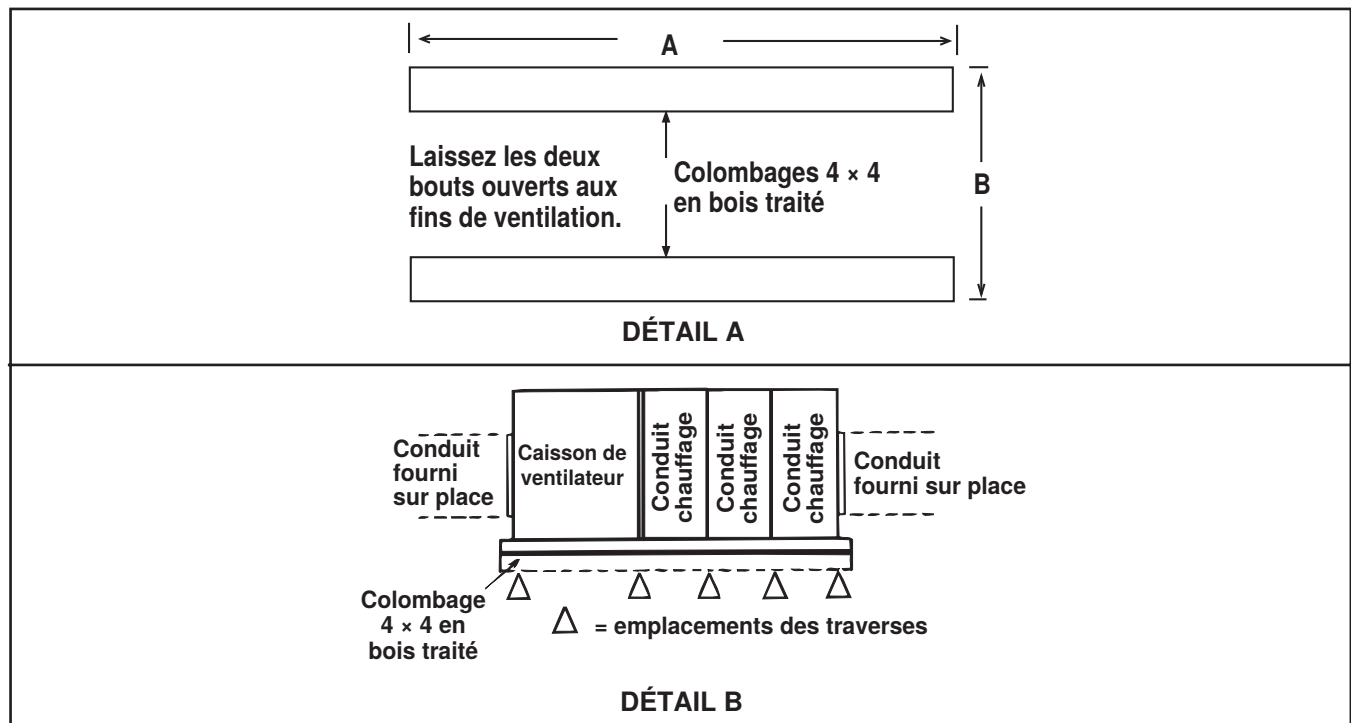

Figure 3. Assemblage de support fourni sur site (reportez-vous au Tableau 7)
- La structure de supportage transversale à l'épreuve des intempéries, fournie sur place, doit être conçue pour supporter le poids du système. Les supports transversaux doivent faire toute la largeur du système, supportant les rails aux emplacements recommandés (voir Figure 3, DÉTAIL A).
1. Coupez les rails en bois 4 × 4 traités pour une longueur conforme à la dimension A (voir Figure 3, DÉTAIL A).
2. Espacer les rails (voir dimension B, Figure 3, DÉTAIL A) de sorte que la jupe du couvercle d'adaptateur se monte sur le bord des madriers, les rails étant compris dans la longueur horizontale du couvercle d'adaptateur. Si les rails sont posés directement sur le toit, les positionner tel qu'illustré par la Figure 3, DÉTAIL A).
3. Dans le cas où les rails en bois traité ne sont pas placés directement sur la surface du toit, des supports transversaux doivent être installés sous les rails, aux extrémités de l'unité, et au niveau des joints du caisson (voir Figure 3, DÉTAIL B).